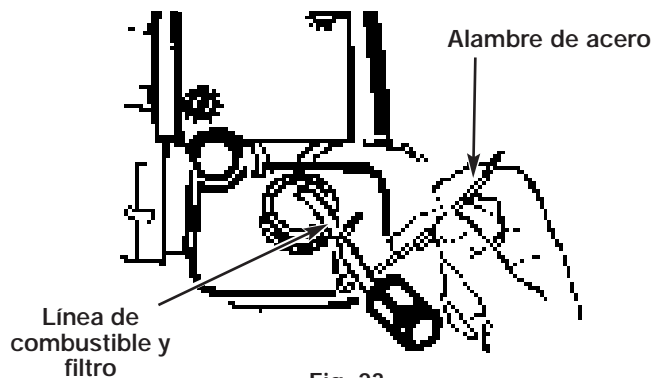

Fig. 23
1. Levante la línea de combustible y filtro (B) fuera del tanque. Un alambre de acero (C) con gancho sirve bien (Fig. 23).